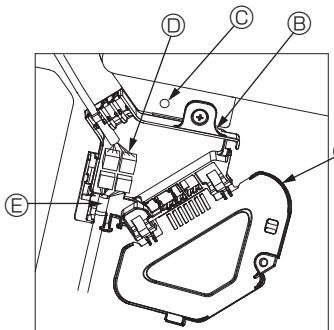
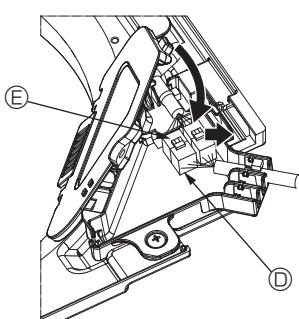

Fig. 10-8
Fig. 10-9
- ① Retire el tornillo que sujetla la cubierta de la caja de conexión, y luego abra la cubierta.
- ② Conecte firmemente el conector del cable de enlace del motor de los deflectores y el conector del cable de dicho motor en la caja de conexión. (Fig. 10-8)
- ③ Encuentará dos conectores del motor de los deflectores: un conector azul y un conector naranja. Cuando conecte los conectores, asegúrese de que los colores coincidan.
- ④ Cierre la cubierta de la caja de conexión.
- Al cerrar la cubierta de la caja de conexión, deslice la cubierta en la dirección indicada por la flecha y compruebe que el resalte haya quedado firmemente insertado. (Fig. 10-9)
⑤ Cubierta de la caja de conexión
⑥ Caja de conexión
⑦ Tornillo de fijación
⑧ Conector de enlace
⑨ Conector del cable para el motor de los deflectores
⑩ Abrazadera